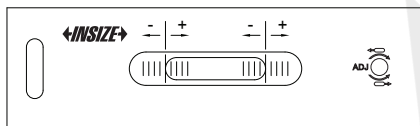

Fig.1
a) Deslize (não coloque) o nível em uma superfície limpa, plana e lisa. O lado '-' fica à esquerda e o lado '+' fica à direita (Fig. 1).